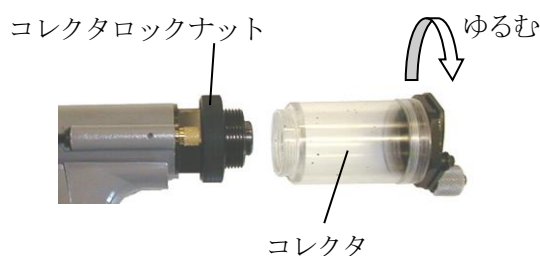

図7-13
- (1) カプラを分離する等により、圧縮空気の供給を止めてください。
- (2) コレクタを外してください。外し方は、コレクタロックナットを手で保持して、コレクタを左にまわして外します。(図7-13)